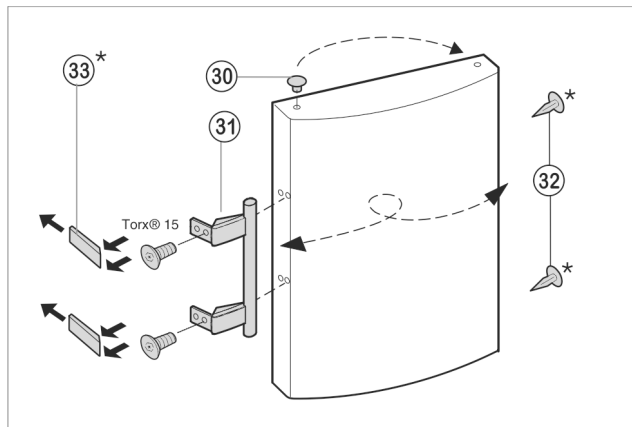

Fig. 10
- ▶ Izvadite čepove Fig. 10 (30) iz čahura ležaja vrata i premjestite ih.
- ▶ Skinite ručku na vratima Fig. 10 (31), čepove Fig. 10 (32) i pritisne ploče Fig. 10 (33) i premjestite ih na suprotnu stranu.